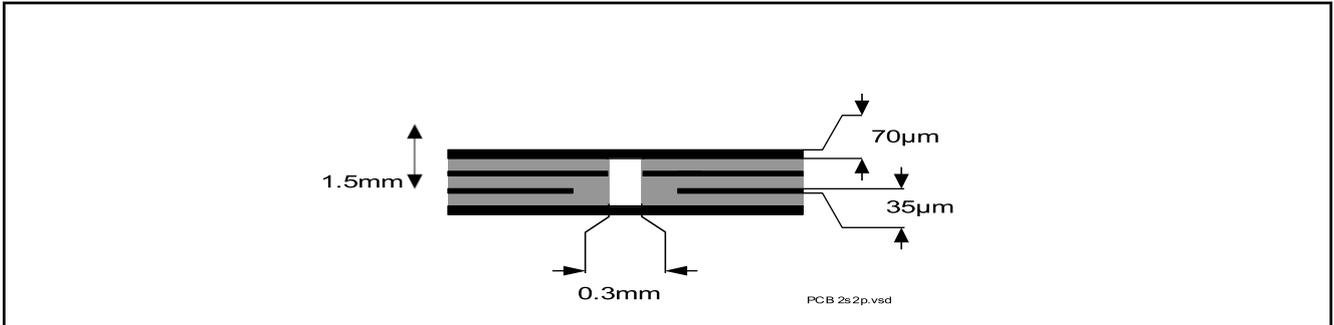

图 4 2s2p PCB 截面
2) 指定的  $R_{thJA}$  值是根据 JEDEC JEDEC JESD51-2,-5,-7 在 FR4 2s2p 板上的自然对流, 在  $T_A = 105^\circ\text{C}$  的两个通道均等耗散 1 W 功耗的情况下; 产品 (芯片+封装) 在 76.4 x 114.3 x 1.5 mm 板, 具有 2 个内部铜层 (2 x 70  $\mu\text{m}$  Cu、2 x 35  $\mu\text{m}$  Cu) 的情况下仿真。在适用的情况下, 裸露的散热焊盘下方的导热过孔阵列接触第一内部铜层。请参考图 4。